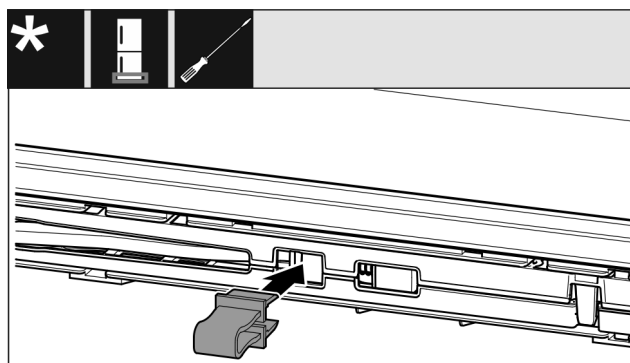

Fig. 18
- Innestare il fusibile nell'apertura. (vedere Fig. 18)